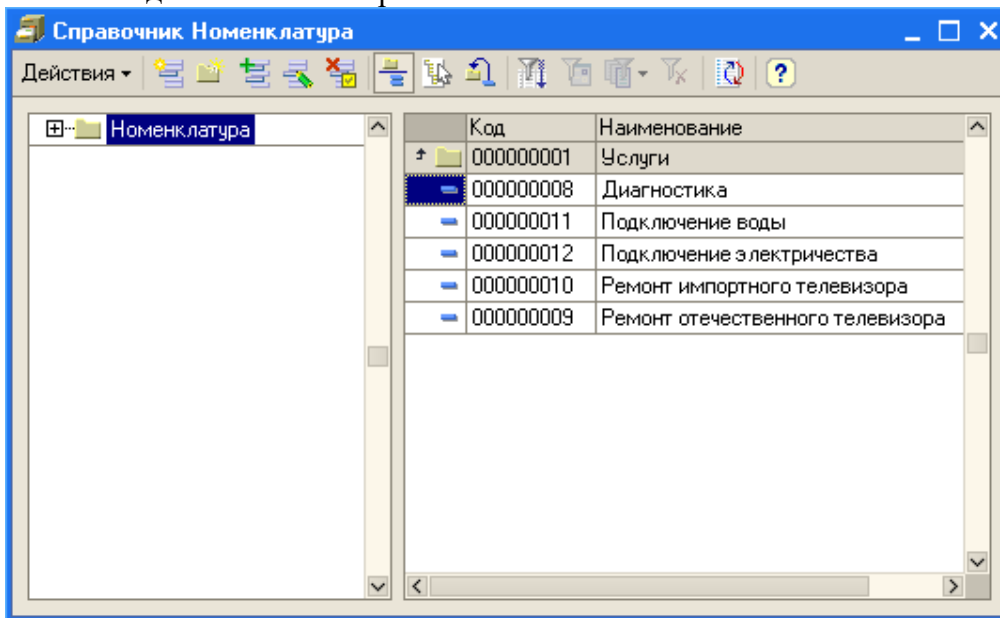

Рис. 23. Добавление элементов в группу «Услуги»
7. В группе Услуги создайте несколько элементов - услуги по ремонту телевизоров (рис. 23):